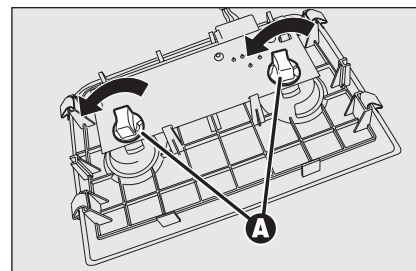

fig. 45
- tourner les deux porte-lampes dans le sens inverse des aiguilles **A-fig. 45**, enlever les ampoules et les remplacer.